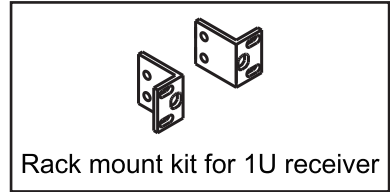

Fig. 5
2. Rack mount kit (optional). Fig. 5.